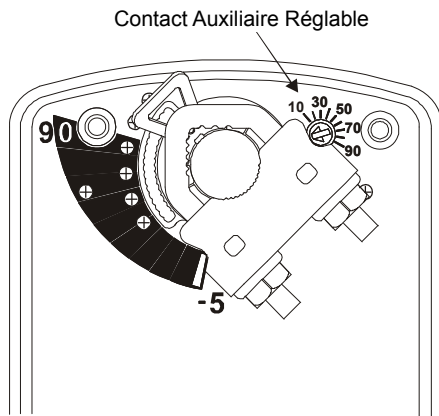

Figure 7 : Réglage du contact auxiliaire
Les modèles Dx.Fx.03S(Z) incluent un contact auxiliaire intégré avec un switch réglable, accessible sur chaque face du servomoteur. Le réglage d'usine pour le contact auxiliaire de fermeture est positionné sur 11° (par rapport à la plage de rotation de 0 à 90° indiquée sur l'étiquette du produit). Le seuil de déclenchement du contact auxiliaire est réglable en continu sur toute la plage de rotation de l'actionneur. Pour le positionnement de commutation plus précis, voir la figure 7 et l'utilisation de la méthode dans l'exemple suivant.